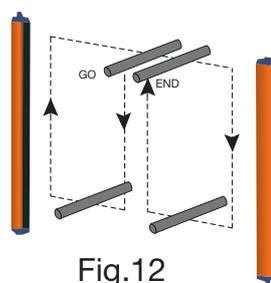

Fig.12
- El ESPE permanezca bloqueado (  ) interceptando los rayos en el área de protección, utilizando las piezas de prueba adecuadas y siguiendo el esquema de la Fig.12.